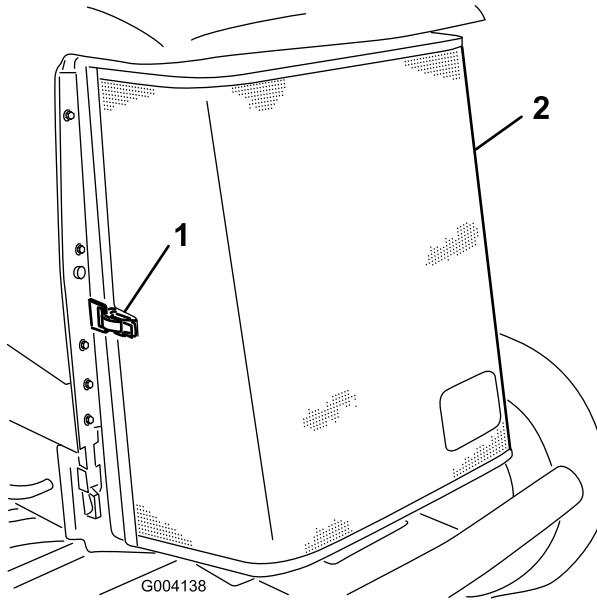

Figura 63
- Sbloccate il morsetto e aprite la griglia posteriore (Figura 63).